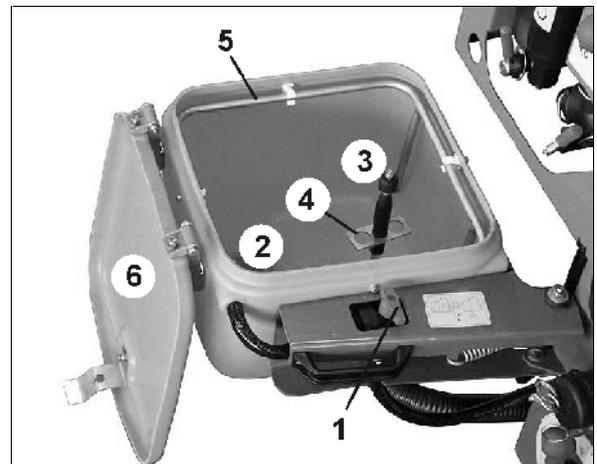

Bild 32
Vatten sprutas ut ur spolmunstycket (Bild 32/3) då,
- Tryckplattan (Bild 32/4) är nedtryckt av preparatdunk.
- Locket (Bild 32/2) är stängt varvid spolmunstycket öppnas.